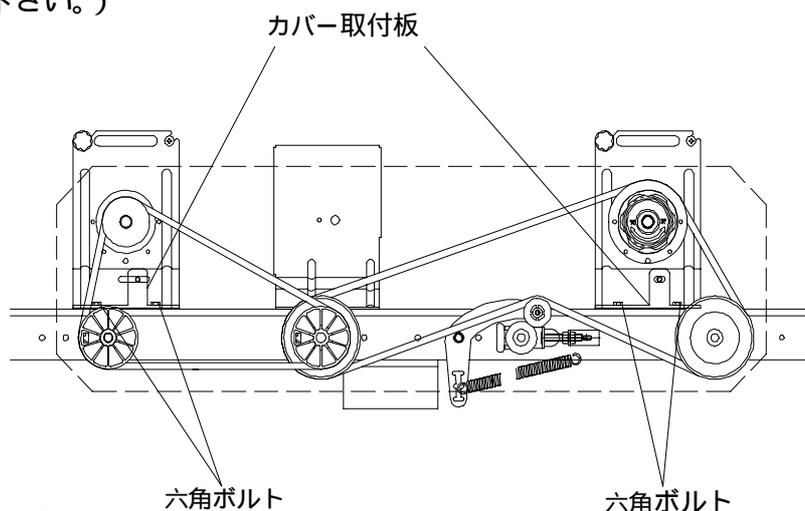

図4
- (1) 六角ボルトを緩め、カバー取付金具を図4のように挿し込み固定して下さい。
- (2) 十字穴付ナベ小ネジ(2ケ)でカバーをカバー取付板に固定して下さい。